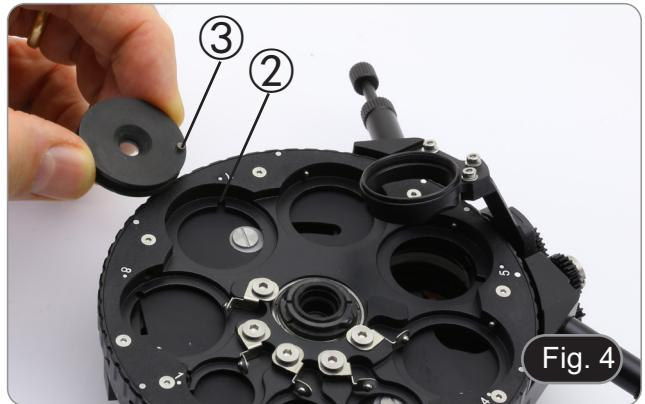

Fig. 4
- 1. Aligner le pied sur la face inférieure du prisme DIC ③ (Fig. 4) avec la fente du condensateur ②.